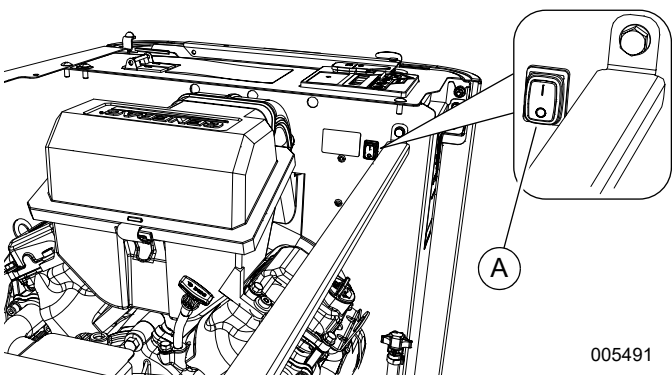

Figura 3-7. Interruptor de desconexión auxiliar interno (14 a 24 kW)
Consulte la Figura 3-7. Los generadores de 14 a 24 kW también cuentan con un interruptor de desconexión auxiliar (A) ubicado dentro del generador.